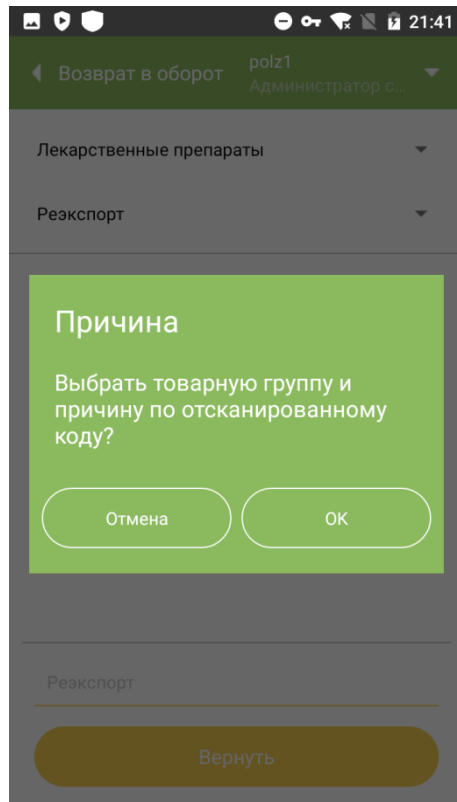

Рисунок 12.2
3. Отсканировать код маркировки (п. 1.5), который следует вернуть в оборот. Появится системное сообщение с предложением выбрать товарную группу и причину возврата в оборот КМ по отсканированному коду (Рисунок 12.2). Нажать «ОК».